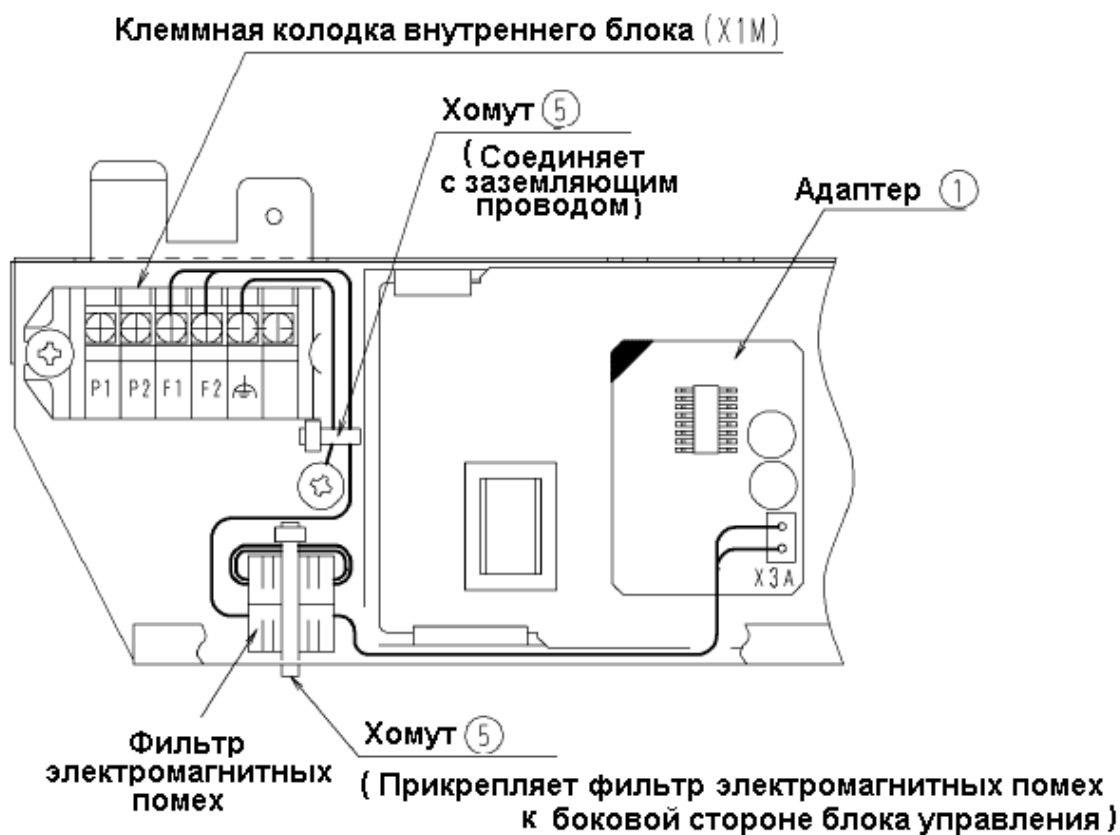

Рис.3
- Закрепите провода хомутом так, чтобы они не выходили за пределы печатной платы внутреннего блока.(рис.3)